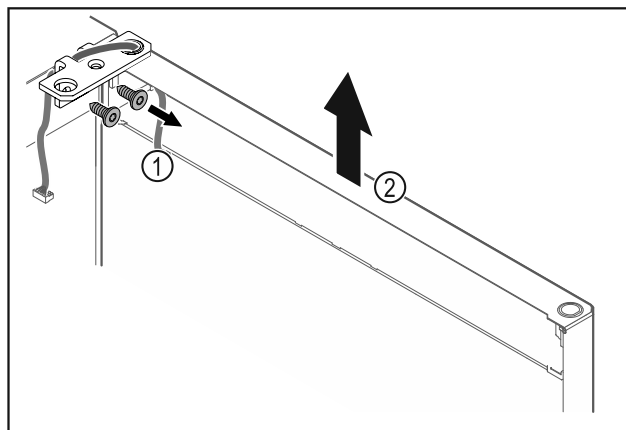

Fig. 25
- Desatornillar la escuadra de bisagra Fig. 25 (1).
- Levantar la puerta junto con la escuadra de bisagra Fig. 25 (2) aproximadamente 200 mm (7.87 in) recta hacia arriba y retirar.